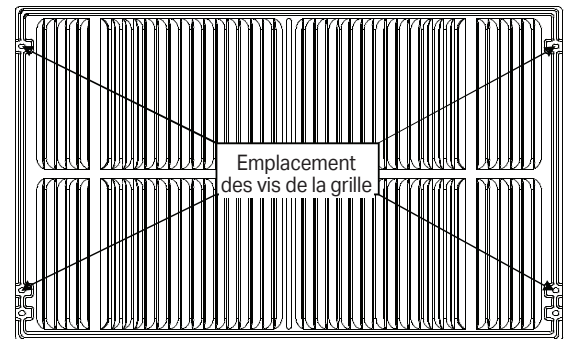
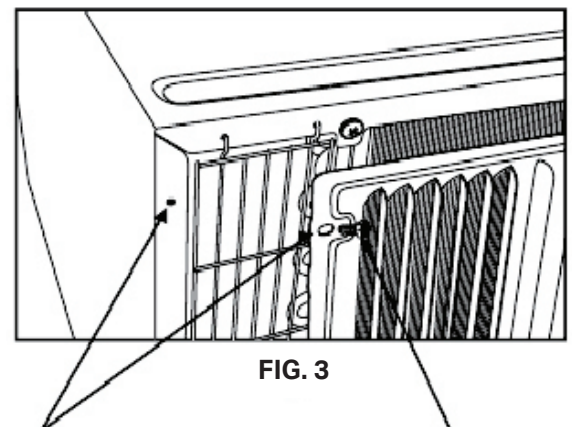

FIG. 2
FIG. 3
24. Si l'appareil n'a pas été pré-percé (certains modèles), percer avec précaution des trous de 4 1/8 po à travers la grille et dans la bride latérale de l'appareil à environ 1 1/2 po à 2 po du haut et du bas comme sur la FIG. 2 et FIG. 3. (Veiller à ne pas percer dans les serpentins d'échange de chaleur en cuivre.)